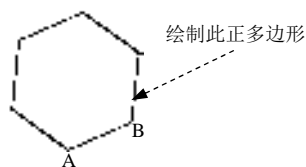

图 2.2.9 用“边”绘制正多边形
Step3. 在命令行中输入字母 E (选择 **边(E)** 选项) 后, 按 Enter 键。分别指定边的第一端点 A 和第二端点 B, 此时系统便通过“AB 边”绘制出图 2.2.9 所示的正六边形。